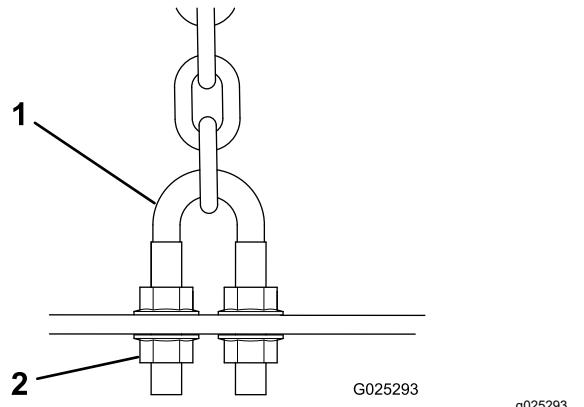
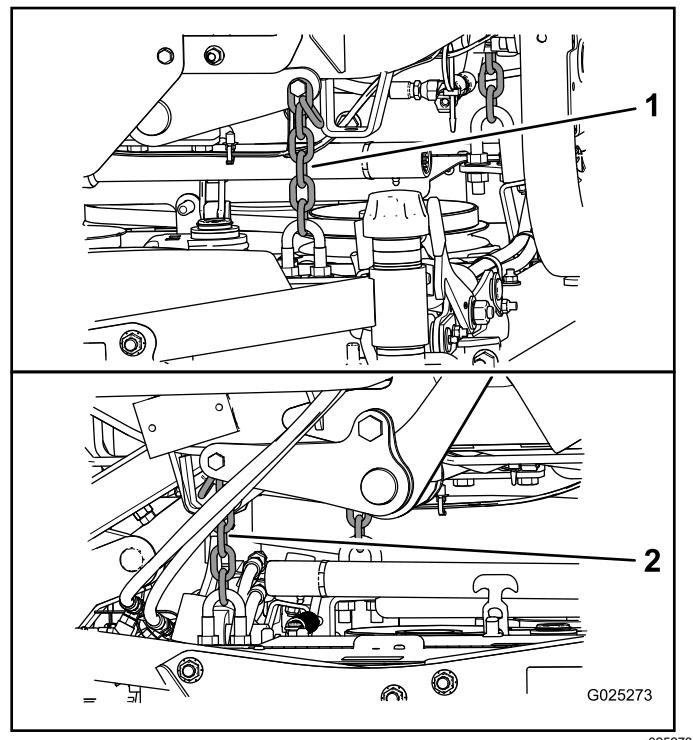

Bild 8
Bild 9
7. Stellen Sie die U-Bügel-Klemmmuttern (**Bild 8**) ein, mit denen die hinteren Mähwerkketten (**Bild 9**) am Mähwerk befestigt sind, um das Mähwerk hinten anzuheben, sodass die Messerneigung auf 8 mm bis 11 mm eingestellt ist.
8. Stellen Sie die Klemmmuttern ein, mit denen die Mähwerkketten am Mähwerk befestigt sind, bis das Mähwerk nivelliert ist (**Bild 9**).